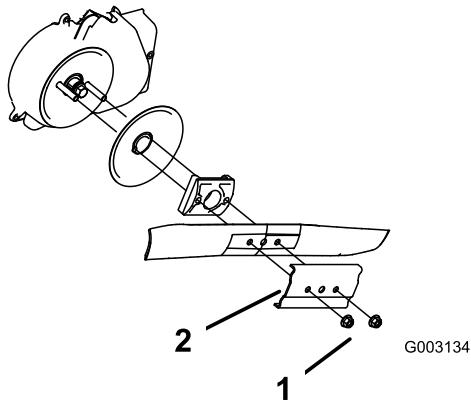

Figure 44
- Retirez les 2 écrous de la lame et le renfort (Figure 44).
4. Déposez la lame (Figure 44).
5. Posez la nouvelle lame (Figure 44).